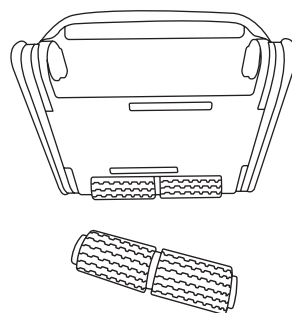

Figure 3
3. Sortez la brosse vers le haut de son emplacement (figure 3)